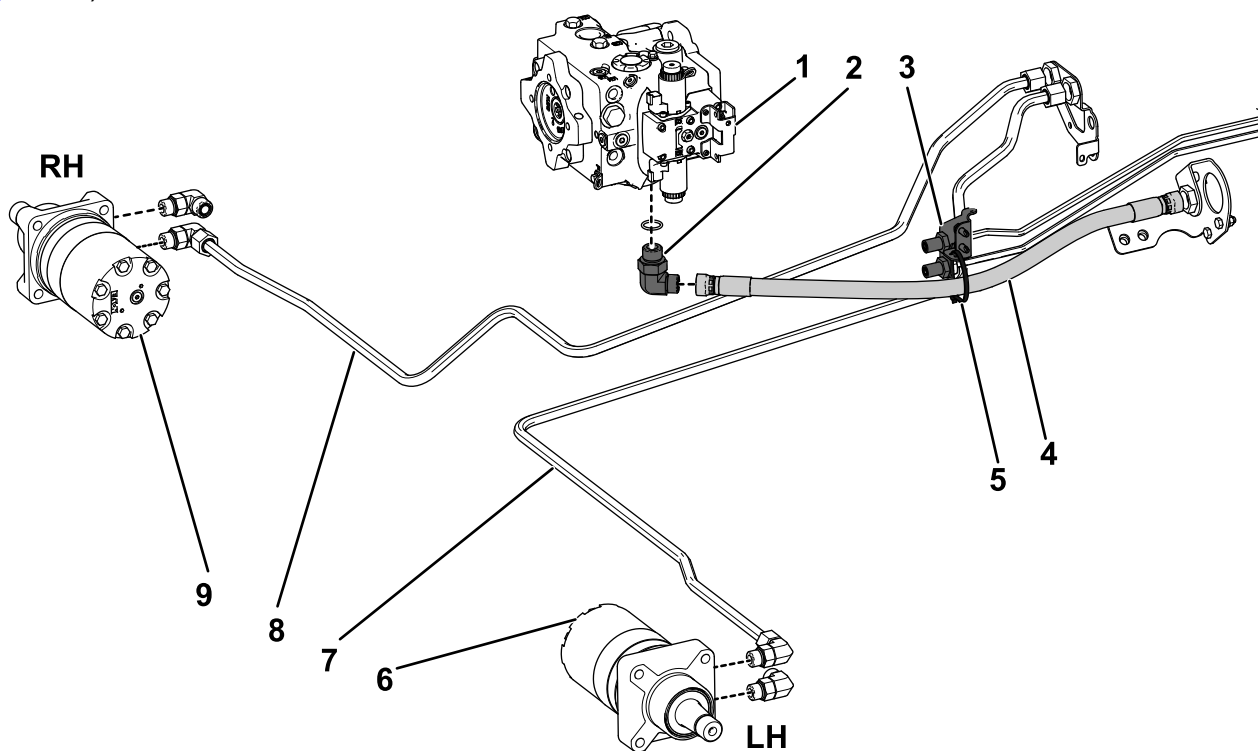

Figura 12
1. Ligue o tubo hidráulico, peça n.º 108-7622, à união do motor da roda direita e ao tubo hidráulico direito no anteparo direito da estrutura (Figura 12).
2. Ligue o tubo hidráulico, peça n.º 108-7623, à união do motor da roda esquerda e ao tubo hidráulico esquerdo no anteparo direito da estrutura (Figura 12). Aperte o tubo às uniões do motor com uma força de 81 a 89 N·m.
3. Instale a união hidráulica de 90 graus no fundo da bomba variável (Figura 12). Aperte a união à bomba com uma força de 183 a 202 N·m.
- Para modelos 03950 e 03954, prenda a mangueira hidráulica ao suporte do anteparo com uma braçadeira de cabos, conforme mostrado na Figura 12.